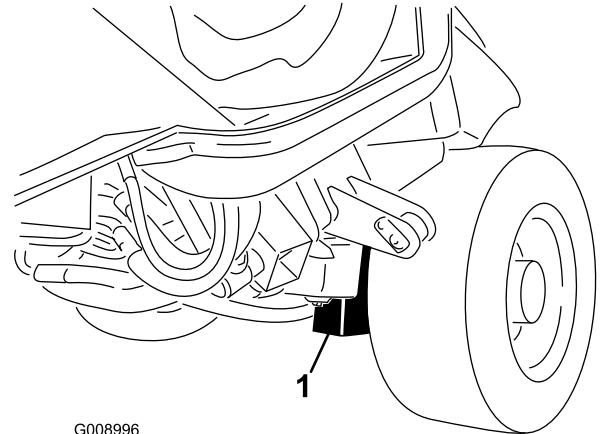

Figure 44
**Avant de la machine** – sur le cadre, à l'intérieur de chaque roue motrice (Figure 44).